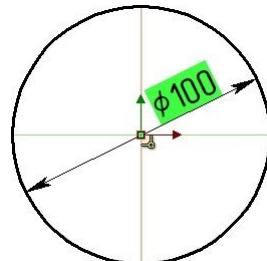

Рис. 1.5 – Создание 3D профиля поршня
1.6.2 Нарисуйте окружность радиуса  $a$ , например, инструментом «Окружность»  с панели «Эскиз». Диаметр окружности, равный  $2a$ , задайте с помощью размеров  (см. рис. 1.5)